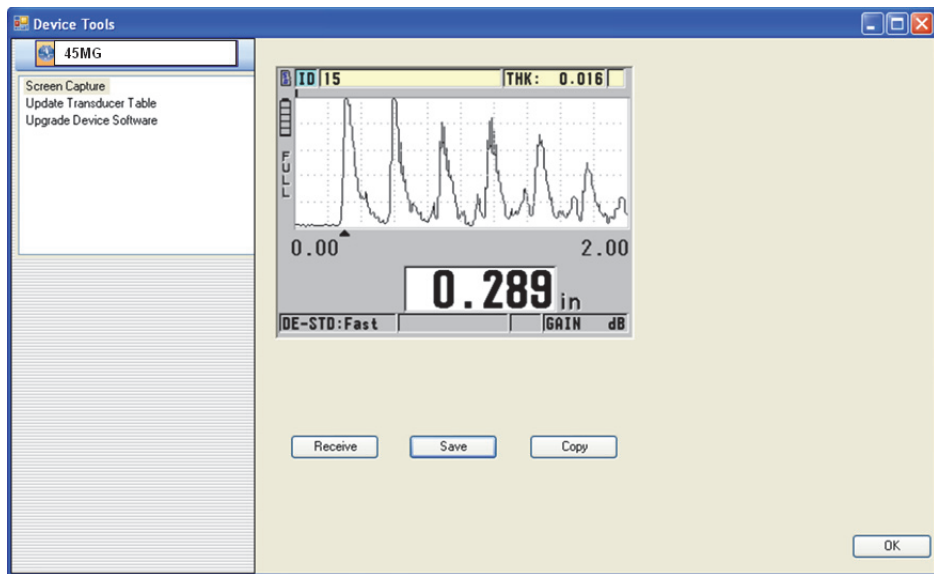

图 11-5 显示屏幕截图的设备工具对话框
- b) 在 **Device Tools** (设备工具) 对话框中 (参见第 190 页的图 11-5), 选择 **Screen Capture** (屏幕截图), 然后点击 **Receive** (接收)。